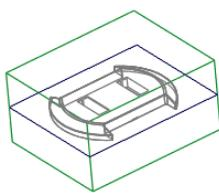
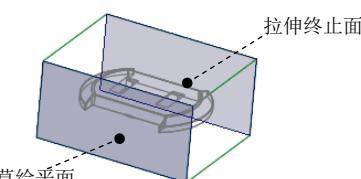
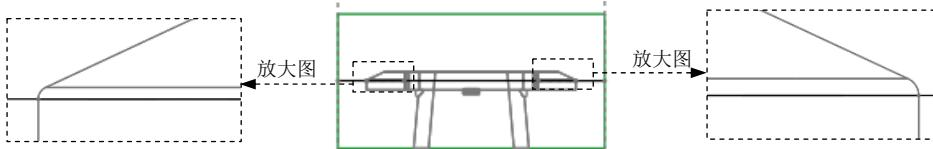

图 27.14 创建拉伸曲面
图 27.15 定义草绘平面
图 27.16 截面草图
Step2. 通过拉伸的方法创建图 27.14 所示的拉伸曲面。单击 **分型面** 功能选项卡 **形状** ▾ 区域中的 按钮，此时系统弹出“拉伸”操控板；右击，选择菜单中的 **定义内部草绘...** 命令；选取图 27.15 所示的坯料表面 1 为草绘平面，然后选取 MOLD_FRONT 基准平面和坯料边线为参考，方向为 **左**。然后单击 **草绘** 按钮；进入草绘环境后，绘制图 27.16 所示的截面草图。完成特征截面的绘制后，单击“草绘”操控板中的“确定”按钮 **✓**；在操控板中选取深度类型 **到选定的** (到选定的)，将模型调整到合适视图方位，选取图 27.15 所示的平面为拉伸终止面；在“拉伸”操控板中单击 **✓** 按钮，完成特征的创建。